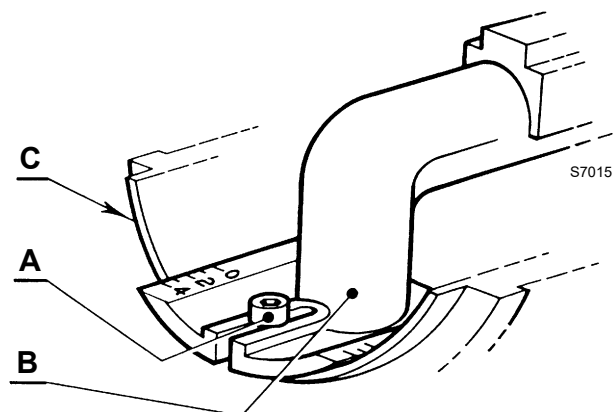

Fig. 11
- desserrer la vis A (Fig. 11), déplacer le coude B afin que le plan arrière du manchon C coïncide avec l'encoche souhaitée;